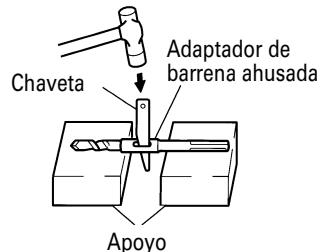

Fig. 10
- (2) Ponga en ON el interruptor de alimentación y perfore un agujero de base.
- (3) Despues de eliminar el polvo con una jeringa, fije la clavija en la extremidad del anclaje e introduzca el anclaje con un martillo de mano.
- (4) Para sacar la broca con la barrena ahusada introduzca una chaveta en la ranura del adaptador de barrena ahusada, ponga apoyos debajo del martillo perforador y golpee la chaveta con un martillo de mano. (Fig. 10)